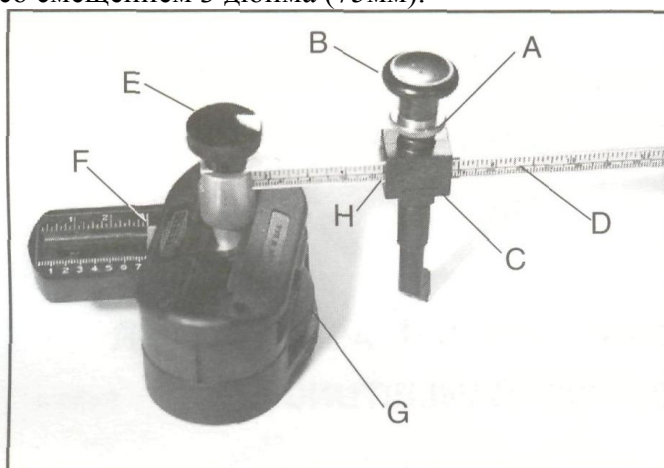

Рис.1
Установите смещение, ослабив ручку (Е) на базе. Передвиньте пластину смещения (F), так чтобы ее левый край показывал необходимое смещение на шкале смещения с метрической шкалой и шкалой размеров листа. Затяните ручку. Обратите внимание на то, что если Вам необходимо вырезать круг, смещение равно нулю. Рис.1 показывает устройство для вырезания, подготовленное для резки овала 5 на 8 дюймов (125мм на 200мм).